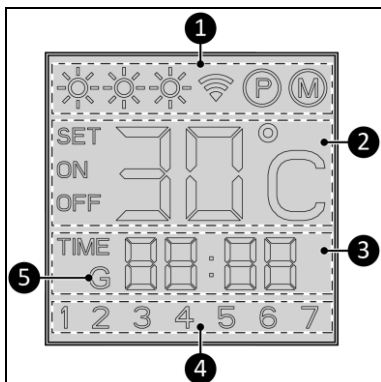

Figure 5
Indication d'état (Figure 5, pos. 1) :
Indication de température (Figure 5, pos. 2) :
Indication d'heure (Figure 5, pos. 3) :
Indication de jour (Figure 5, pos. 4) :
Indication Wi-Fi (figure 5, pos. 5) :